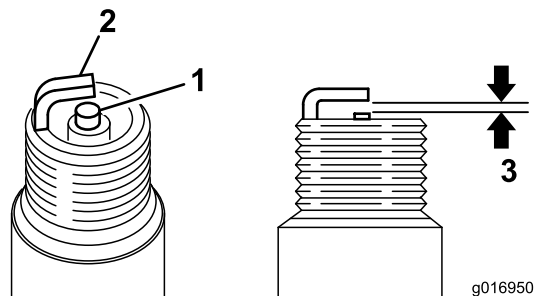

Рисунок 36
3. Зазор должен составлять 0,6–0,7 мм (Рисунок 36). Установите свечу зажигания с надлежащим зазором и затяните Н•м.